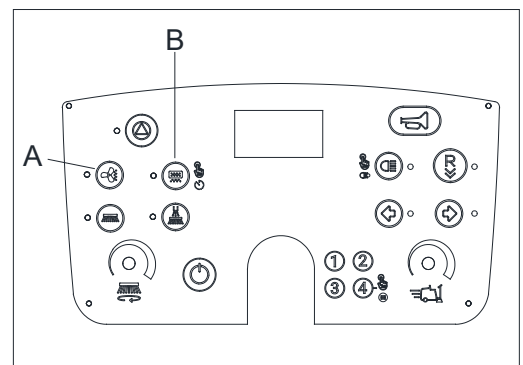

Figure 10
Lorsque l'on travaille sur des surfaces humides, appuyer sur le bouton du ventilateur anti-poussière (A, figure 10) pour éteindre le système d'aspiration et éviter d'endommager le filtre anti-poussière.
5. Pour que la machine fonctionne correctement, le filtre doit être maintenu aussi propre que possible. Appuyer sur le bouton du secoueur de filtre (B, figure 10) pour activer la fonction de secouage de la poussière. Pendant cette procédure, le moteur d'aspiration est automatiquement désactivé. Après avoir secoué la poussière, le système d'aspiration se remet automatiquement en route pour continuer le nettoyage. Pendant le fonctionnement, appuyer sur le bouton du secoueur de filtre (B, figure 10) pendant 2 secondes pour lancer le mode « Secouage automatique de la poussière du filtre », qui relance le processus de secouage automatique de la poussière toutes les 10 minutes en moyenne (l'intervalle de récurrence peut être modifié dans les paramètres et les utilisateurs peuvent l'ajuster en fonction du niveau de poussière dans la zone de nettoyage).